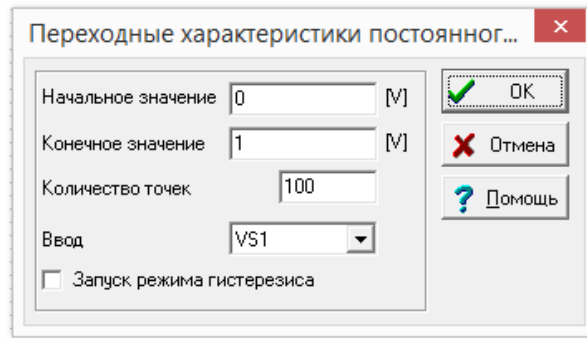

Рисунок 4.10 – Окно переходных характеристик постоянного тока
4. В строке меню выберите *Анализ – Анализ постоянного тока – Переходные характеристики постоянного тока*. В диалоговом окне (рисунок 4.10) установите начальное значение анализа *Начальное значение* = 0 В, *Конечное значение* = 1 В, входная переменная *Ввод VS1*. Нажмите *OK*.